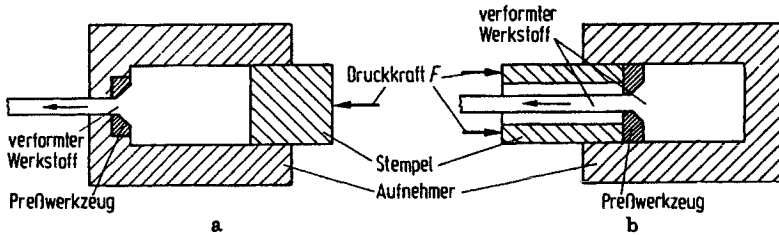

Bild A 11.3 Prinzip des Strangpressens.
4. Beim Vorwärtspressen tritt der Materialfluß in der Preßrichtung und beim Rückwärtspressen entgegen der Preßrichtung auf. Daraus folgt der Vorteil des Rückwärtspressens: die Reibung des Blockes mit der Aufnehmerwand fällt weg, (geringere Druckkraft notwendig). (Bild A 11.3)